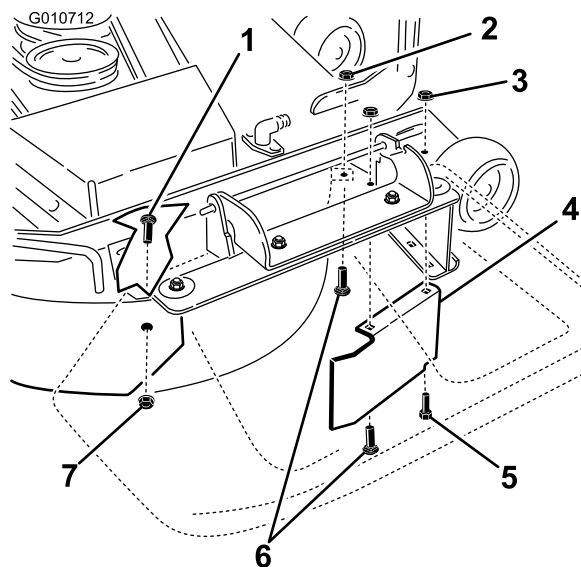

Bild 33
9. Entfernen Sie die Schlossschraube (5/16 x 3/4 Zoll) und Sicherungsmutter (5/16 Zoll) an der hinteren Wand des Mähwerks, mit der das Ablenkblech am Mähwerk befestigt ist (Bild 33).
10. Ermitteln Sie den Ablenkblechschatz an der vorderen Kante der Seitenauswurföffnung. Entfernen Sie die Befestigungen, mit denen der Ablenkblechschatz und das rechte Ablenkblech am Mähwerk befestigt sind, siehe Bild 33. Entfernen Sie den Ablenkblechschatz und bewahren Sie die Befestigungen auf.
12. Bringen Sie die Befestigungen an, die Sie vorher aus den vorderen Löchern in der Auswurfplatte und dem vorderen Loch am Mähwerk entfernt haben (Bild 33).